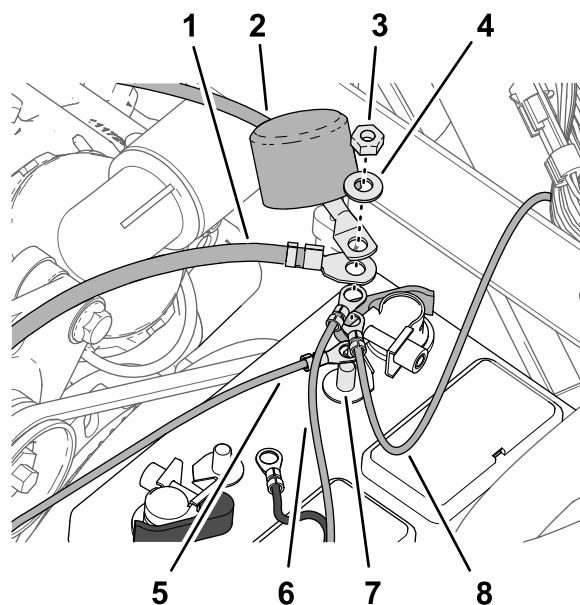

Figure 213
2. Assemblez les cosses des fils et câbles ci-après sur le tenon fileté de la borne positive de la batterie (Figure 213) dans l'ordre suivant :
4. Placez le capuchon isolant du câble positif de la batterie relié au démarreur sur le tenon fileté Figure 213.